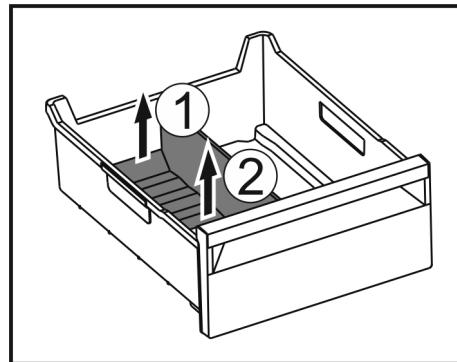

Fig. 106
- Повдигнете задната част на разделителя на отделението за лед. Fig. 106 (1)
- Извадете разделителя на отделението за лед нагоре. Fig. 106 (2)